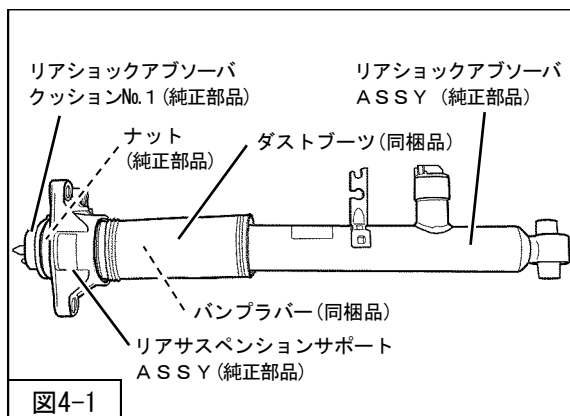

図4-1
1. 自動車メーカー発行の整備要領書に従って、P 6「サスペンションASSY構成図」を参考に、バンブラバー (同梱品) ダストブーツ (同梱品) をリアサスペンションサポートASSYに組付け、リアショックアブソーバASSY (純正部品) にナット (純正部品) で固定し、 (締付トルク : 41N・m) リアショックアブソーバクッションNo. 1 (純正部品) を取付けてください。 (図 4-1)